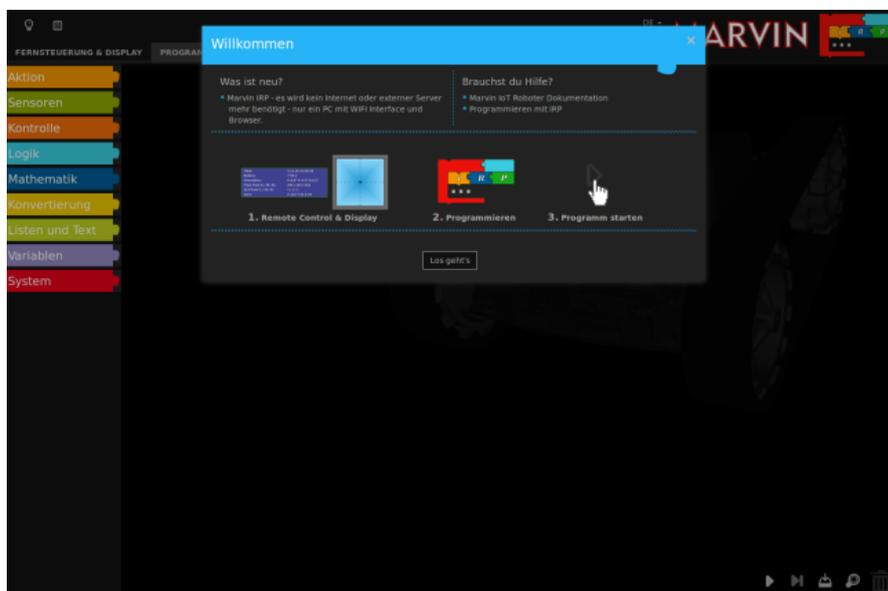

Abbildung 2.5 Marvin WebIDE Willkommensbildschirm
5. Browser öffnen und die IP 192.168.1.1 eingeben. Sie sollten nun Abbildung 2.5 im Browser sehen. Das war es schon – Sie können sich jetzt mit dem Menü vertraut machen und ein erstes kleines Programm laden und ausführen!
Sie sollten nun Abbildung 2.5 im Browser sehen.